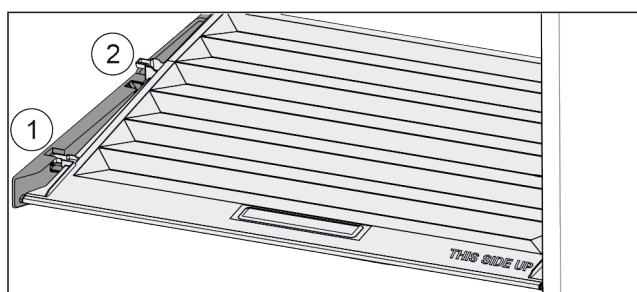

Fig. 36
- Vytáhněte víko dopředu až k otvoru v přídavných dílech Fig. 36 (1).
- Vzadu zespodu nadzvedněte a vyjměte směrem nahoru Fig. 36 (2).